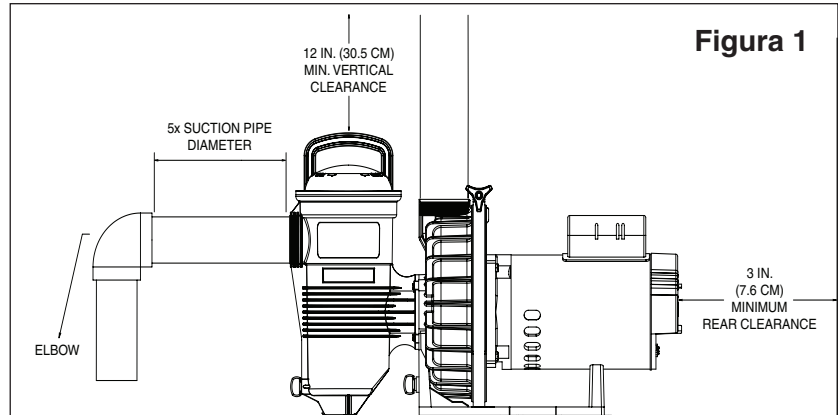

Figura 1
6. Instale la bomba con una holgura trasera de por lo menos 3 pulgadas (7.6 cm) para poder quitar el motor fácilmente a fin de realizar su mantenimiento o reparación. Se requiere una holgura vertical de 12 pulgadas (30.5 cm) para quitar la canasta del colador. Véase la **Figura 1**.
6. Para la mayoría de las instalaciones que Pentair recomienda instalar una válvula en la aspiración de la bomba y mangueras de retorno para que la bomba puede ser aislada durante el mantenimiento rutinario. Sin embargo, recomendamos que una válvula, codo o tee instalado en la línea de succión debe ser no más cerca de la parte delantera de la bomba de cinco veces la línea de succión de diámetro. Ver **Figura 1**.